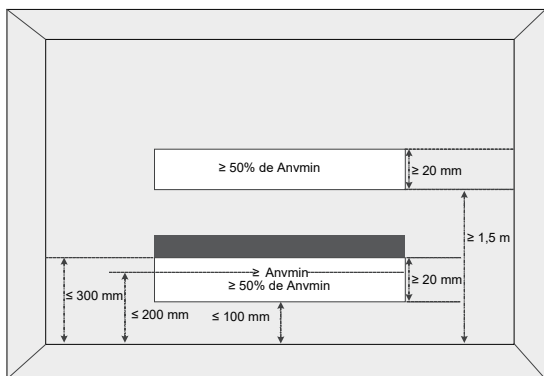

Figura 1-2
- A área da divisão (A) deve ser definida como a área da divisão delimitada pela projeção até à base das paredes, divisórias e portas do espaço onde o aparelho está instalado.
- A área das divisões adjacentes, no mesmo piso, ligadas por abertura permanente nas paredes e/ou portas entre os espaços ocupados, incluindo os vãos entre a parede e o piso, pode ser considerada uma única divisão durante determinação do comprimento da Amin, desde que todas as condições a seguir estejam conforme a Figura 1-2.
- ① A abertura não deve ser inferior a 0,0123 m2 (Anvmin)
- ② A área de qualquer abertura acima de 300 mm do piso não deve ser considerada na determinação da conformidade com Anvmin.
- ③ Pelo menos 50% da área de abertura do Anvmin deve estar abaixo de 200 mm do piso.
- ④ A parte de baixo da abertura deve encontrar-se a menos de 100 mm do chão.
- ⑤ A abertura é uma abertura permanente que não pode ser fechada.
- ⑥ A altura da abertura não é inferior a 20 mm.
- ① A abertura não deve ser inferior a 0,0062 m2 (50% da Anvmin)
- ② A abertura é uma abertura permanente que não pode ser fechada.